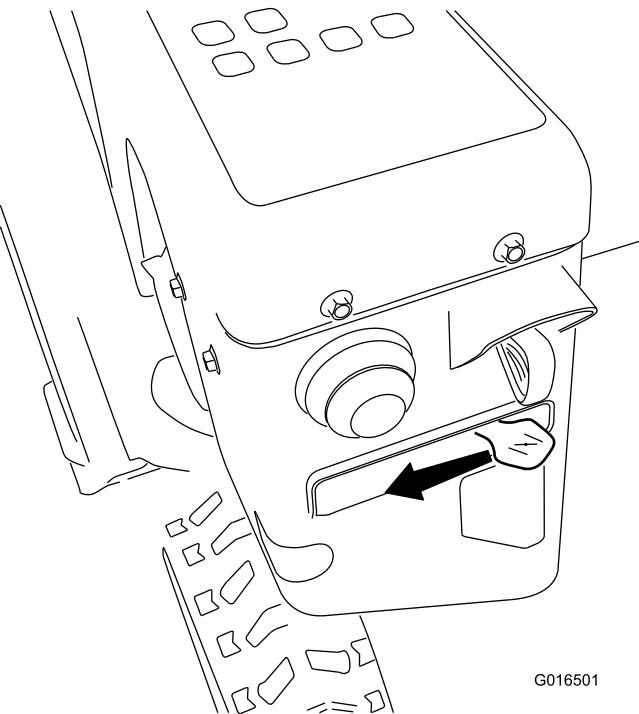

Рисунок 22
5. Переведите воздушную заслонку в положение Заслонка (Рисунок 22).